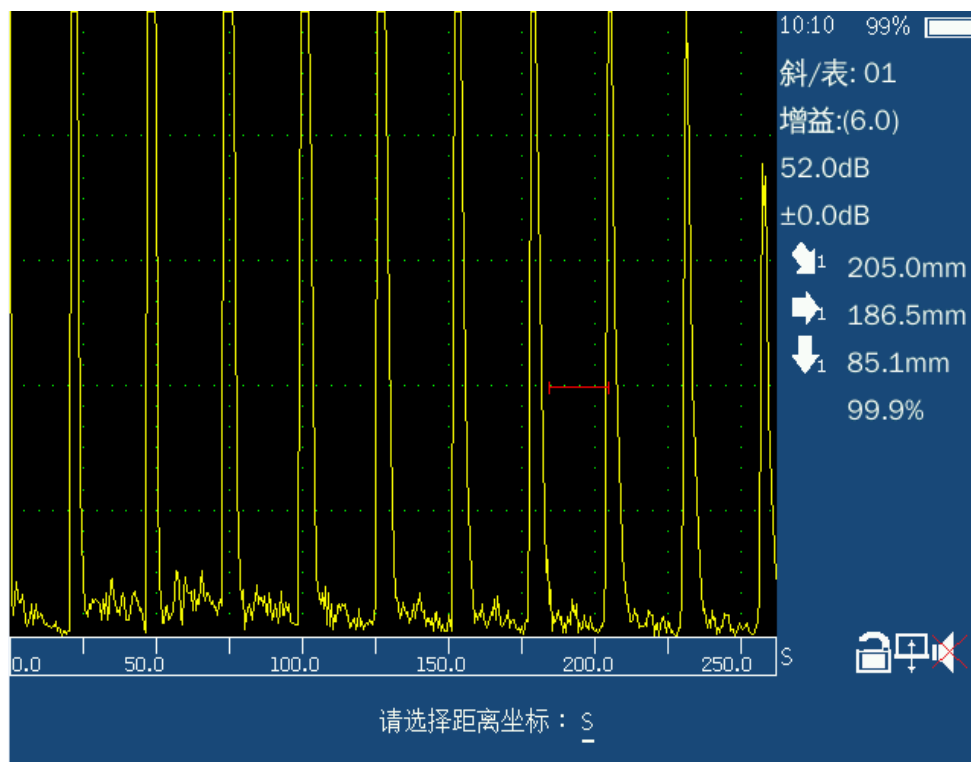

图 2
1. 按制作键，提示输入坐标显示方式 S, H, L （图 2）